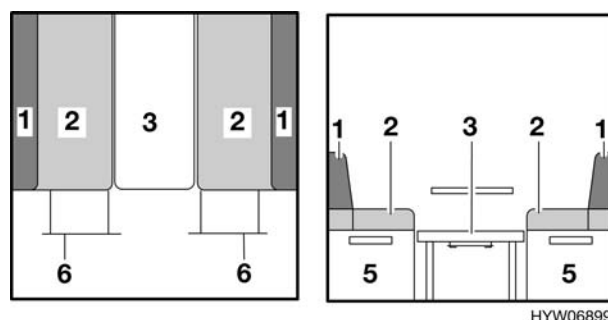

Fig. 87 Durante la trasformazione
- Estrarre la prolunga del cassone letto (Fig. 87,6).